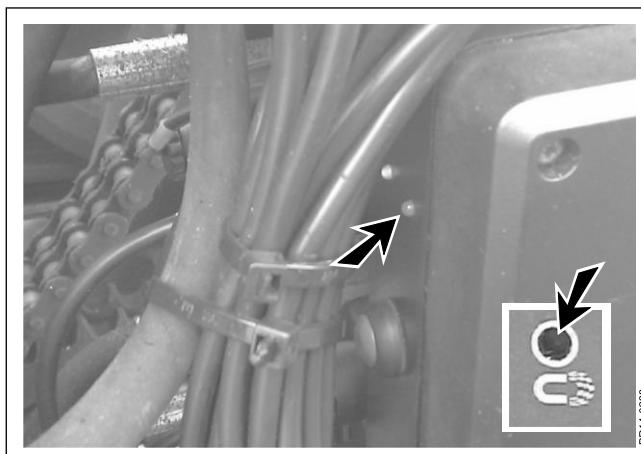

Fig. 5-8
**Fig. 5-8** Metaldetektoren kobles til og fra med trykknappen på MD-styringen. For at koble fra skal knappen holdes inde i ca. 5 sekunder. Herved slukkes den gule kontrollampe på MD-styringen og lampen på betjeningsboksen. Et enkelt tryk på knappen kobler metaldetektoren til igen.